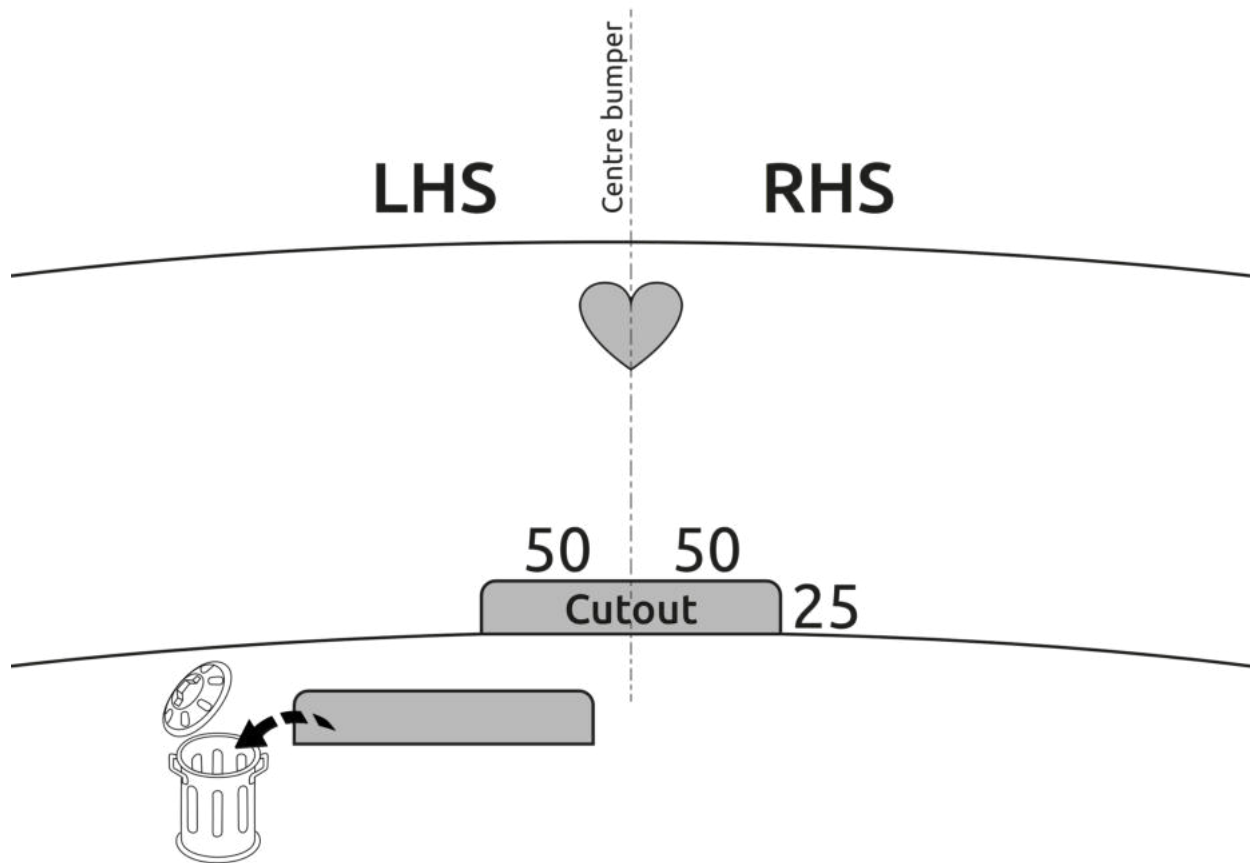

Fig. 3
3. Выпилить обозначенные части, как указано на рис. 3, 4.